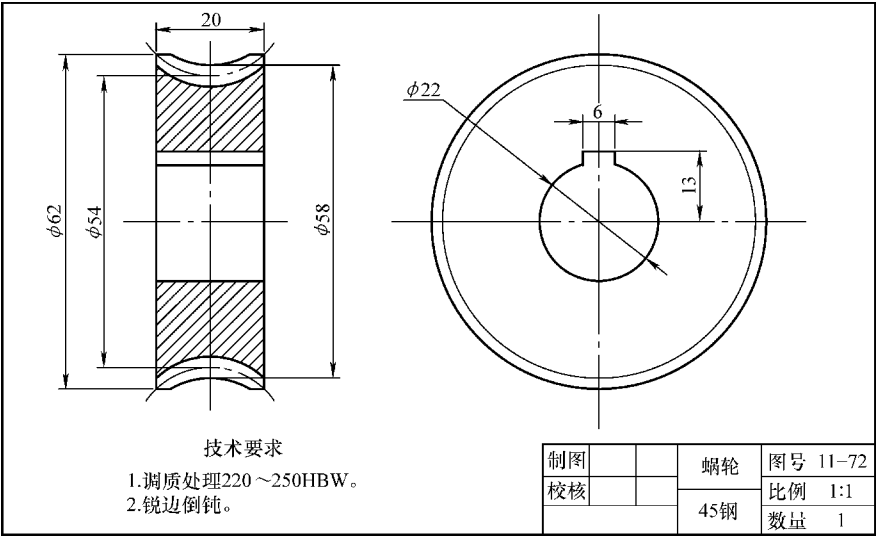

图 11-72 蜗轮
2. 绘制如图 11-72 所示的蜗轮。注意打剖面线的区域，标注相应的技术要求。